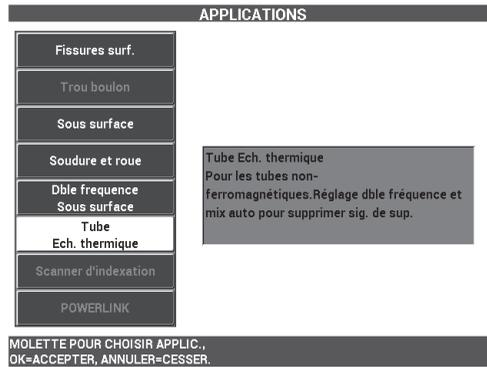

Figure 5-136 Application pour les tubes d'échangeurs thermiques
2. Appuyez une fois sur la touche ADV SETUP (  ), et puis sélectionnez le menu **CHOIX APPLIC** (touche A) pour l'ouvrir. Sélectionnez l'application **Tube éch. thermique** avec la molette de réglage, et puis appuyez sur  pour confirmer (voir la Figure 5-136 à la page 239).